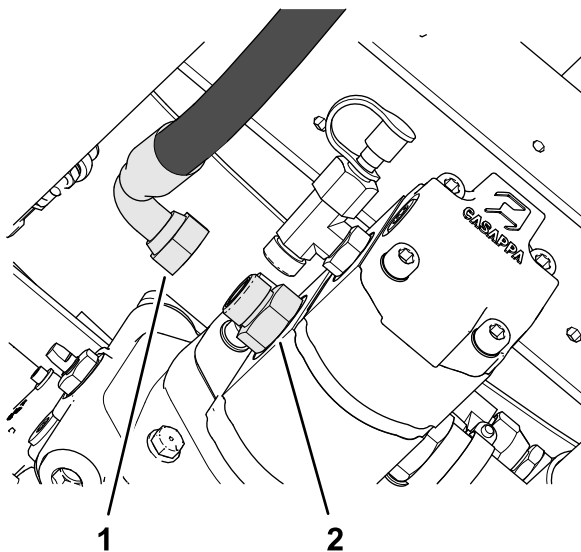

Figure 62
1. Débranchez le flexible de pression avant du collecteur de levée de rampe qui est relié au raccord droit sur le côté gauche de la pompe hydraulique (Figure 62).